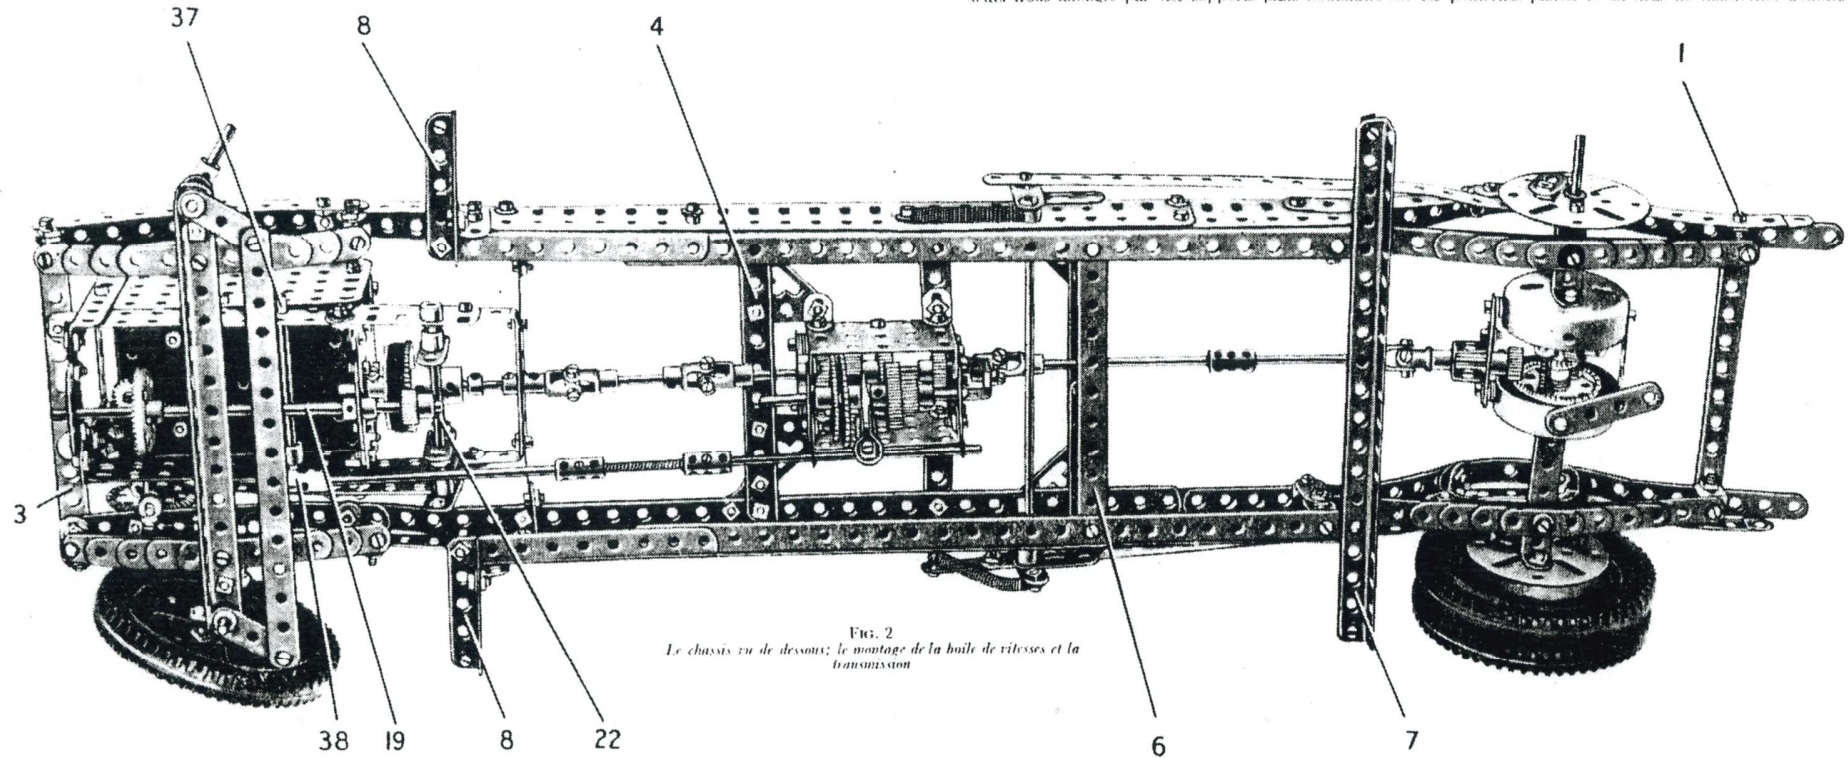
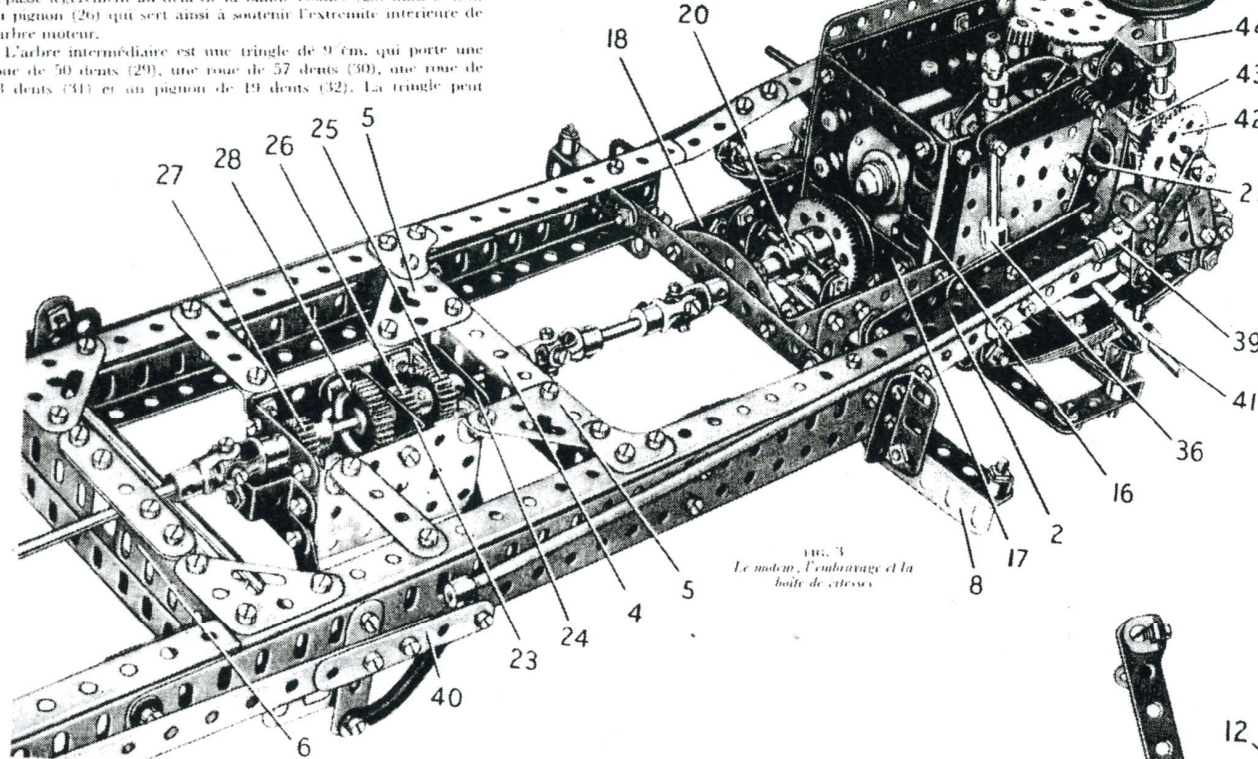
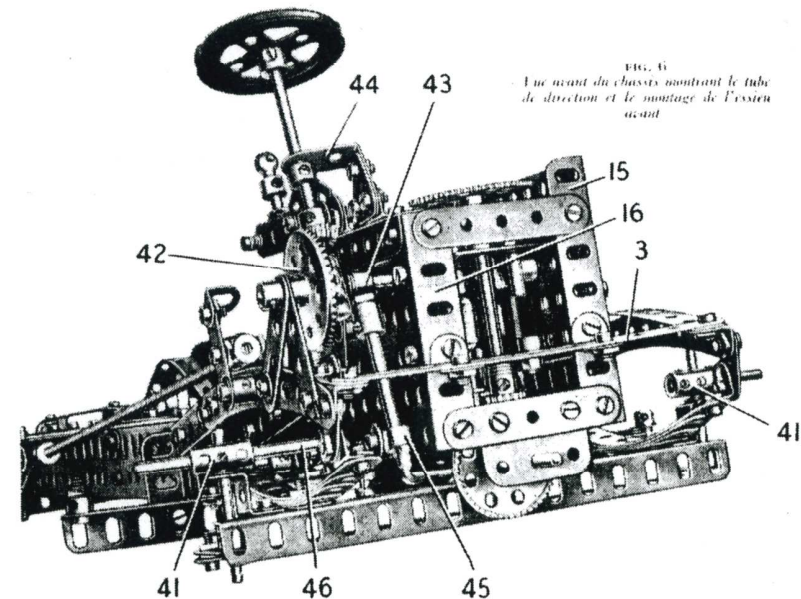

FIG. 2
FIG. 3
FIG. 6
Détails du châssis (Fig. 2)
Le moteur et l'embrayage (Fig. 2, 3 et 6)
L'un des côtés du moteur est constitué par deux plaques sans rebords de $11,5 \times 6$ cm, qui se recouvrent sur trois trous sur leur longueur et qui sont boulonnées à l'avant sur une cornière de 7 trous (15) (Fig. 6). Un moteur électrique
La pédale (21) (Fig. 3) qui commande l'embrayage, se construit en boulonnant une équerre sur un bras de manivelle double qui pivote sur un boulon de 12 mm. fixé sur le côté du moteur par deux écrous. Une bande faite de deux bandes de 6 trous qui se recouvrent sur 3 trous, est fixée à l'aide de contre-écrous sur la partie inférieure de la pédale d'embrayage et elle est fixée à l'aide de contre-écrous également sur un autre bras de manivelle double monté sur une tringle de 9 cm. (22). Cette tringle passe dans les poutrelles plates de 5 trous du moteur et elle est maintenue dans leurs trous allongés par des supports plats boulonnés sur les poutrelles plates. Deux bras de manivelles doubles
Les côtés sont réunis à l'avant par deux bandes de cinq trous boulonnées sur les cornières, et à l'arrière par une bande de 5 trous fixée sur la cornière (16) d'un côté et fixée sur l'autre côté par une équerre. Deux bandes de 5 trous dont la plus haute apparaît en (17) (Fig. 3) sont également fixées sur la cornière (16) et elles sont fixées sur le côté opposé par des équerres. Une poutrelle plate de cinq trous est boulonnée sur chacun des côtés du moteur, et ces pièces sont réunies par une bande coudée de 60×38 mm. (18) qui est renforcée par une bande incurvée épaulée de 6 cm.
Détails de la boîte de vitesses (Fig. 3 et 5)
La boîte de vitesses est illustrée sur la figure (5). La boîte elle-même est constituée par deux plaques à rebords de 6×4 cm, réunies par une bande coudée de 38×12 mm. (23) et à chaque extrémité par deux bandes de 3 trous. L'une de ces bandes qui apparaît en (24) (Fig. 3) est tenue écartée des plaques à rebords par trois rondelles placées sur chacun des boulons de 9,5 mm, qui les tiennent.
Le levier de changement de vitesses est fixé par son extrémité inférieure dans un collier avec tige filetée (36) (Fig. 3). Ce dernier est fixé dans une bague d'arrêt montée sur une tringle de 9 cm. (Fig. 2) qui passe dans le moteur et qui porte un bras de manivelle. Un accouplement pour bandes (38) est fixé sur le bras de manivelle par un boulon de 12 mm. de façon à pivoter, et il est réuni à la tringle (34) par une bande de 9 trous, deux accouplements et un joint flexible.
Le mécanisme des freins (Fig. 2, 3 et 6)
La pédale de frein se construit en boulonnant une équerre sur un bras de manivelle qui pivote sur un boulon de 12 mm. fixé sur le châssis par deux écrous (voir Fig. 3 et 6). Un accouplement taraudé (39) est bloqué par deux écrous sur un boulon de 19 mm. qui passe dans le bras de manivelle, et une tige filetée de 29 cm. est fixée dans l'accouplement taraudé par un écrou. Une bague d'arrêt est fixée à l'extrémité arrière de la tige filetée par un boulon de 9,5 mm. qui passe dans le dernier trou d'une bande (40) faite d'une bande de 19 trous et d'une de 5 trous qui se recouvrent sur trois trous. L'extrémité arrière de cette bande composée est fixée à l'aide de contre-écrous sur un boulon de 9,5 mm. qui passe dans le support plat (43) (Fig. 6) de l'un des freins.
La bande (40) est réunie à l'un des bras d'un levier d'angle (Fig. 3) par un boulon de 9,5 mm. muni de contre-écrou qui lui permet de pivoter, et une bande de 4 trous est également boulonnée sur le bras de ce levier d'angle. Un ressort est placé entre l'extrémité inférieure de la bande de 4 trous, et le boulon de 9,5 mm. de la bague d'arrêt située à l'extrémité de la tige filetée de 29 cm. Le levier d'angle est fixé à une extrémité d'une tringle de 16,5 cm. qui passe au travers du châssis, et un autre levier d'angle est fixé à l'autre extrémité de la tringle. Une bande de 4 trous est boulonnée sur le second levier d'angle et un ressort est monté entre l'extrémité inférieure de cette bande et le châssis. Une bande de 19 trous est montée à l'aide de contre-écrous sur le levier d'angle et sur le support plat (43) de l'un des freins de la même façon que la bande (40).
L'essieu avant et la direction (Fig. 2, 3 et 6)
L'essieu avant est constitué par une cornière de 15 trous (Fig. 2) et il est fixé sur deux ressorts formés chacun par une bande de 11 trous, une de 9 trous, une de 7 trous, une de 5 trous et une de 3 trous. Une équerre est fixée à chaque extrémité de chaque ressort et les équerres sont fixées à l'aide de contre-écrous sur les supports plats boulonnés sur le châssis. Une équerre renversée de 12 mm. est fixée à chaque extrémité de l'essieu.
Chaque des roues avant tourne sur une tringle de 2,5 cm. fixée dans un accouplement (41) (Fig. 3 et 6). Les roues sont tenues sur les tringles par des bagues d'arrêt. Les accouplements (41) sont fixés sur des tringles de 5 cm. qui passent dans les extrémités de l'essieu et dans les équerres renversées de 12 mm. Les bras de manivelle montés aux extrémités inférieures des tringles de 5 cm. sont réunies par une bande de 15 trous qui pivote sur des boulons munis de contre-écrous.
Un pignon d'angle de 48 dents (42) est fixé sur une tringle de 5 cm., et un accouplement est glissé entre ce pignon d'angle et une bague d'arrêt (43). La tringle de 5 cm. passe dans l'un des côtés du moteur et dans les trous supérieurs d'une bande de 4 trous et dans une bande glissière de 5 cm.; chacune de ces pièces est fixée sur le châssis comme le montre la figure 6. Le tube de direction est une tringle de 9 cm. qui tourne dans l'accouplement monté sur la tringle de 5 cm., et il porte un pignon d'angle de 16 dents qui engrène avec le pignon d'angle (42). Le tube de direction est soutenu par une équerre de 25 x 25 mm. (44) boulonnée sur un petit gousset d'assemblage fixé sur le moteur par deux équerres.
Un collier avec tige fileté est vissé dans la bague d'arrêt (43) et est tenu en place par un écrou. Une tringle de 5 cm. tenue dans le collier avec tige fileté porte à son extrémité inférieure une motte d'embrayage (45) sur laquelle un raccord de tringle à pivoter grâce à un écrou et à un boulon. Le raccord de tringle et bande est réuni par une tringle de 4 cm. à une pièce identique qui pivote sur un boulon vissé dans une bague d'arrêt montée sur une tringle de 4 cm. (46). Cette dernière est fixée dans l'un des accouplements (41) (Fig. 6).
La carrosserie est fixée sur le chassis grâce aux cornières qui renforcent les bords inférieurs de la carrosserie que l'on fixe aux extrémités des cornières (7) et (8) (Fig. 2). A l'avant, la carrosserie est tenue écartée de chacune des cornières (8) par une bague d'arrêt.